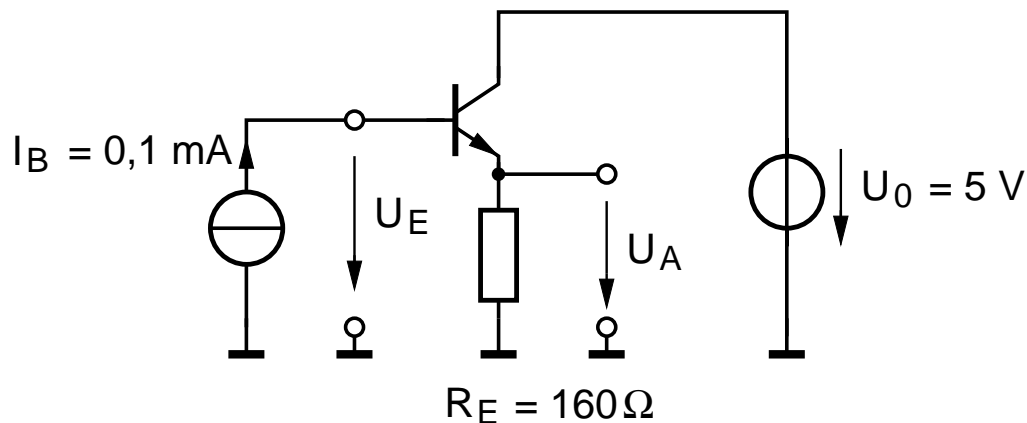

Abb. 3.1: Ein npn-Si-Bipolartransistor in einer Grundsaltung.
Ein npn-Si-Bipolartransistor wird in einer Schaltung nach Abb. 3.1 betrieben.
- 3.6 Zeichnen Sie das Kleinsignalersatzschaltbild (ESB) der Schaltung unter Verwendung der ESB-Elemente nach Pkt. 3.4. Nehmen Sie nun an, dass der Basisstrom mit einem Wechselstrom geringer Amplitude im Arbeitspunkt nach Abb. 3.1 angesteuert wird. Berechnen Sie den Eingangswiderstand der Schaltung!
- 3.7 Der Transistor in Abb. 3.1 werde jetzt gegen einen anderen ausgetauscht, bei dem lediglich die Emitterfläche auf $A = 10 \mu\text{m}^2$ reduziert wurde. Wie ändern sich in diesem Fall I_C und U_{BE} ? Begründen Sie Ihre Antwort!